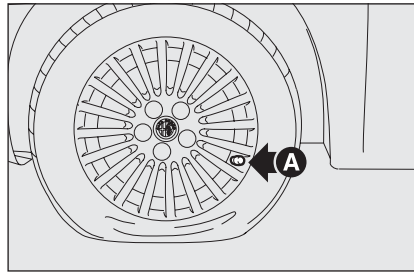

fig. 16
- posizionare la ruota per l'intervento con la valvola **A-fig. 16** rivolta come illustrato in figura dopodiché **azionare il freno a mano**, quindi estrarre il kit di riparazione rapida ed appoggiarlo sul terreno vicino alla ruota;